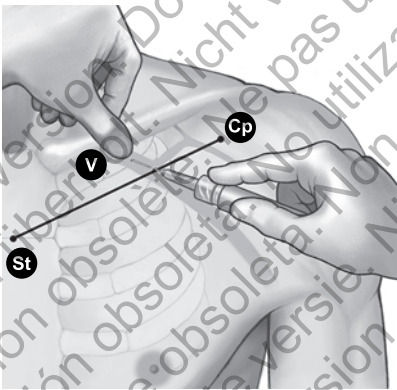

Abbildung 7. Platzierung des Daumens und Einstichstelle der Nadel
4. Drücken Sie den Daumen gegen den Zeigefinger und zielen Sie 1-2 Zentimeter unterhalb der Clavicula, um den Musculus subclavius vor der Nadel zu schützen. (Wenn eine Hypertrophie des Musculus pectoralis erkennbar ist, sollte der Daumen auf einen Punkt ca. 2 Zentimeter unterhalb der Clavicula zeigen, da der Musculus subclavius ebenfalls hypertrophiert sein könnte) (Abbildung 7 Platzierung des Daumens und Einstichstelle der Nadel auf Seite 20).